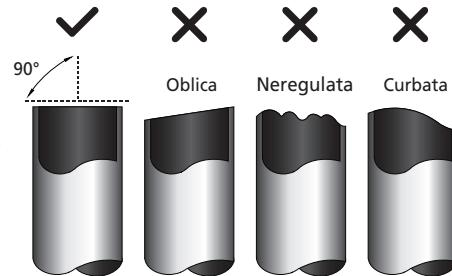

Fig. 7.4
1. Asigurati-vă ca unghiul de taiere este de 90°, perfect. Consultati fig. 7.4 pentru exemple de taiere imperfecta.